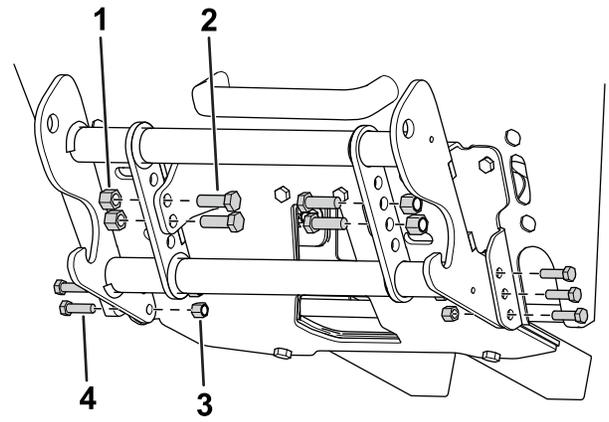

**Figura 3**
7. Utilice 4 pernos de cabeza hexagonal ( $\frac{3}{8}$ " y 4 tuercas ( $\frac{3}{8}$ " para sujetar provisionalmente la parte delantera de la chapa de protección y los soportes al parachoques (Figura 3).